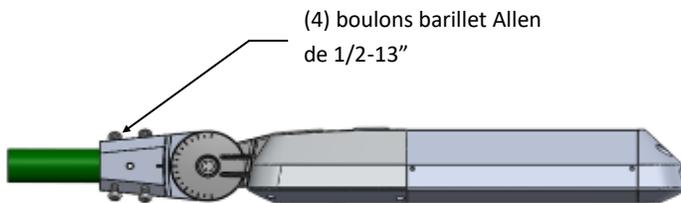

Fig. 2
Mettez le luminaire à niveau en ajustant l'engagement des (4) boulons barillet Allen de 1/2-13" et serrez jusqu'à environ 43 pieds-livres. Fig. 2